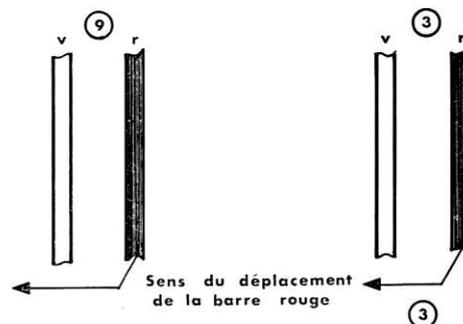

Fig. 23
- 1) Un réglage dit « d'amplitude de parabole » (élément de réglage : self) qui produit une action dans le même sens à droite et à gauche de l'image - zones (3) et (9).
**Exemple :** action sur les verticales R - V (fig. 23).